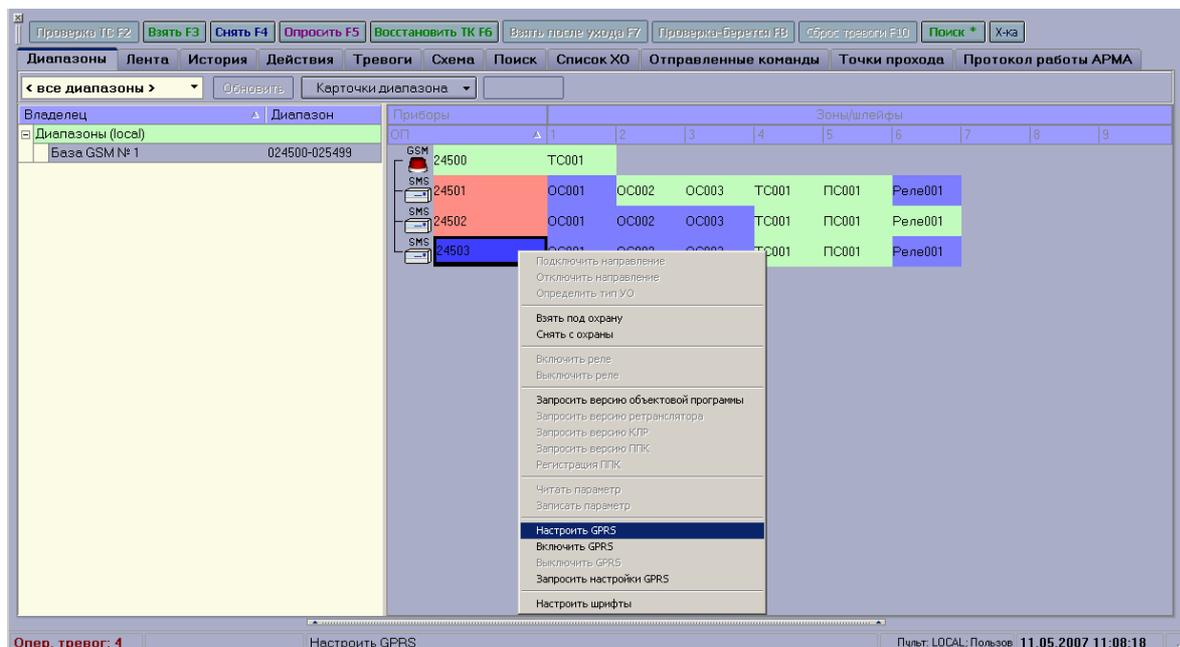

Рисунок 19 Пример включения GPRS режима
1. Выберите карточку прибора в списке карточек диапазона закладки «Диапазоны» главного окна программы АРМ ДПЦО (см. рис. 19 выбрана карточка 24503);